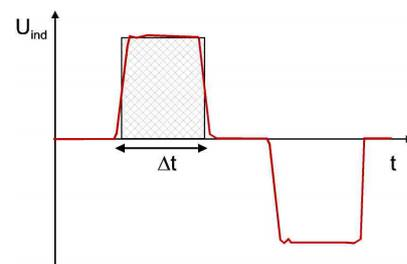

Abb. 3
Die wirkliche Geschwindigkeit ermitteln Sie mit Maßband und Stoppuhr (incl. Fehler). Machen Sie einige Testläufe, bis die Geschwindigkeit ungefähr passt, und speichern (exportieren!) Sie pro Geschwindigkeit eine Messung $U_{ind}(t)$ für die weitere Auswertung ab. Notieren Sie außerdem die Plateauwerte $U_{ind-max}$, $U_{ind-min}$ der induzierten Spannungen sowie Δt (Abb. 3) Legen Sie folgende Messtabelle an:
- 4.3 Stellen Sie die Kurven $U_{ind}(t)$ aus 3.2 für die verschiedenen Geschwindigkeiten dar. Bestimmen Sie jeweils die von der Kurve eingeschlossene Fläche, d.h. das Integral (siehe Gl. 6b) und daraus die wirkende Magnetfeldstärke. So können Sie B ermitteln, auch wenn v unbekannt ist! Das Integral können Sie näherungsweise durch ein Rechteck ermitteln (Abb. 3).